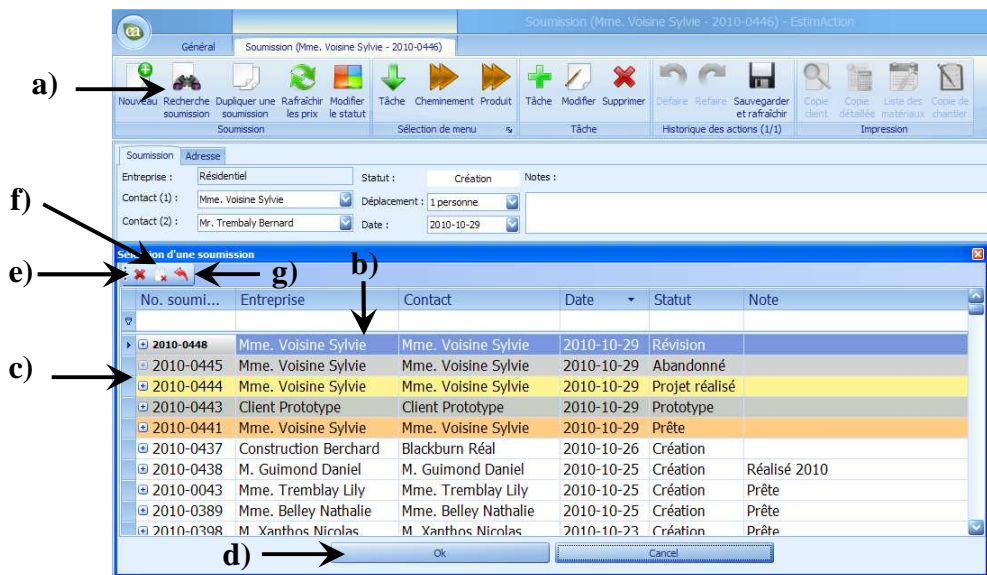

Figure 5.3. : Recherche d'une soumission
5.4 Supprimer une soumission (Voir figure 5.3)
5.5 Afficher, cacher ou réactiver les soumissions supprimées (Voir figure 5.3)